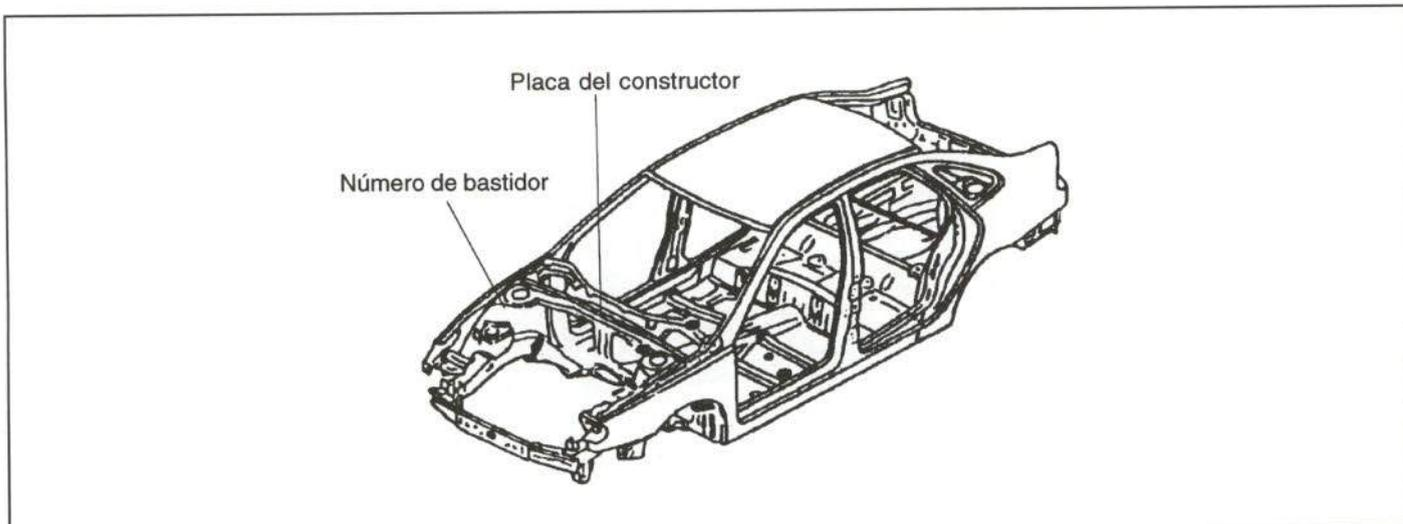

Figura 1.- Situación de las placas de identificación del vehículo
La situación de estas placas se refleja en la figura 1.
- El número de bastidor se encuentra troquelado en el pase de rueda delantero derecho (figura 1). Consta de diecisiete caracteres alfanuméricos.